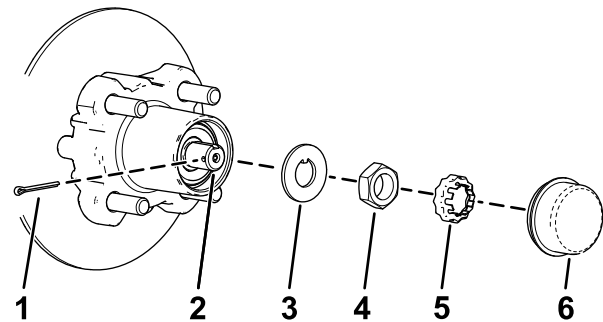
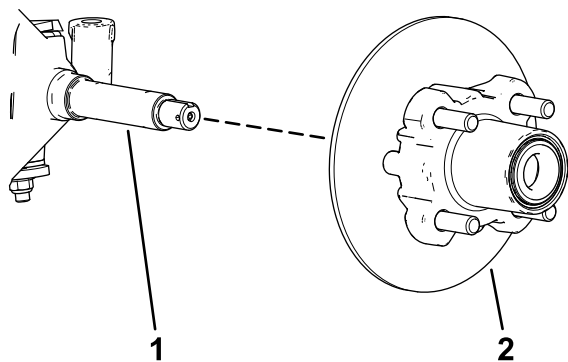

図 29
図 30
4. ハブからダストキャップを取る 図 29。
5. スピンドルとスピンドルナットから、コッターピンとナットリテーナを外す 図 29。
6. スピンドルからスピンドルナットを外し、スピンドルからハブローラアセンブリを取り出す 図 29と 図 30。